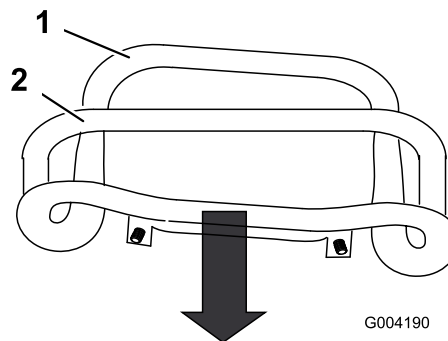

Figura 48
3. Tirate all'indietro il comando della trazione in modo che la parte anteriore del comando venga a contatto con la barra di riferimento (Figura 48).